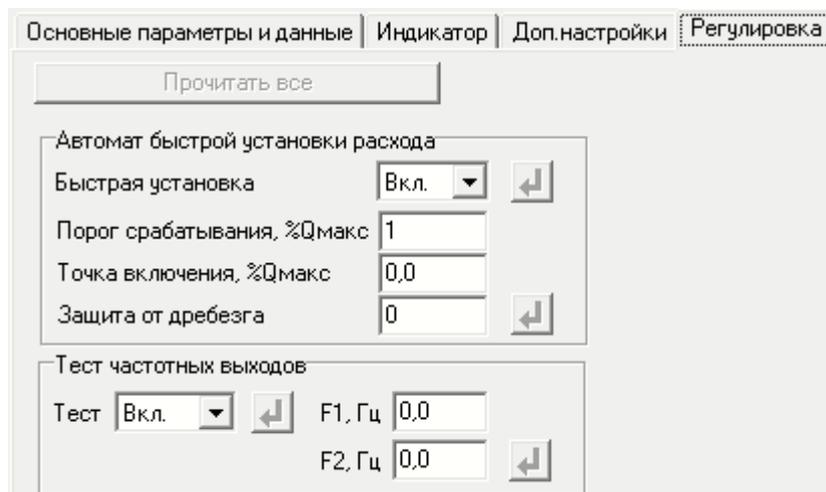

Рис.22. Вид вкладки «Регулировка».
3.3.1. Установочные параметры измерения расхода содержатся во вкладке **Регулировка** в области **Автомат быстрой установки расхода** (рис.22).